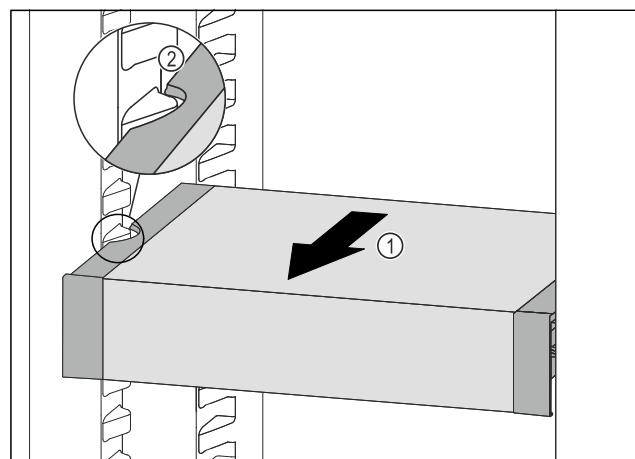

Fig. 63
- Trageți în față VarioSafe Fig. 63 (1), până când degajările laterale ale VarioSafe se află la înălțimea nervurii recipientului din frigider. Fig. 63 (2)